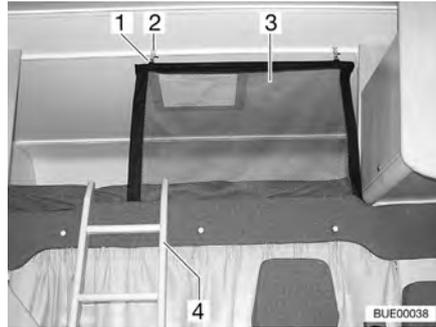
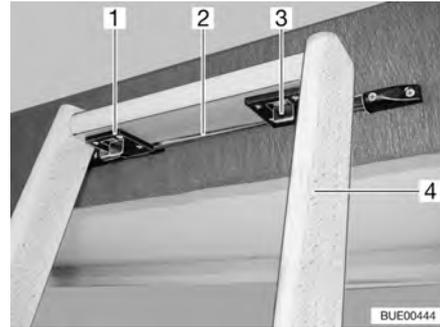

Fig. 79 Letto mansarda
Fig. 80 Scaletta di accesso, bloccaggio
Scaletta di accesso Per salire sul letto mansarda utilizzare la scaletta di accesso (Fig. 79,4 e Fig. 80,4) in dotazione ai modelli di serie.
- Agganciare la scaletta con i due ganci (Fig. 80,1) presenti sulla guida (Fig. 80,2) al pannello cieco del letto.
- Spingere i due bloccaggi (Fig. 80,3) in avanti.
Rete protettiva La rete protettiva (Fig. 79,3) è stivata sui modelli di serie tra il materasso e il telaio portamaterasso. Fissare la rete protettiva soltanto dopo che le persone si sono stese nel letto mansarda.
- Agganciare il supporto (Fig. 79,1) negli occhielli sul soffitto (Fig. 79,2).